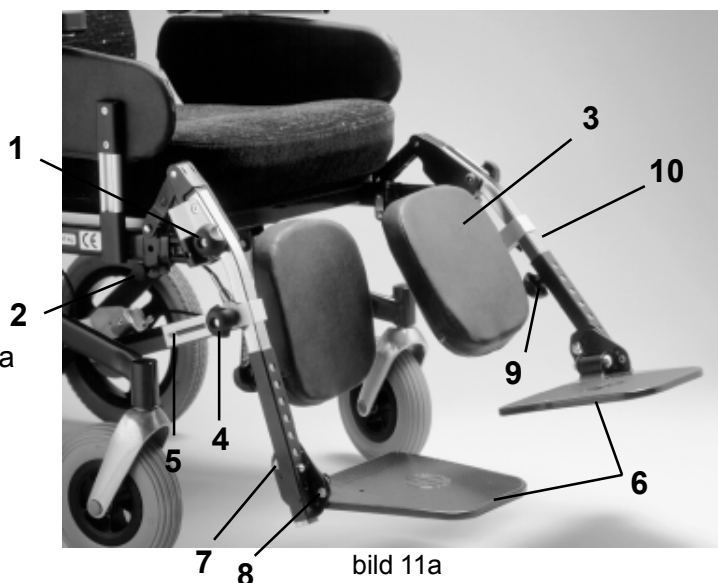

bild 11a
se bild 11a
- Lossa på spärrtappen (1), se bild 11a, genom att vrida moturs några varv och sedan dra rakt ut, (spärrtappen är gängad).